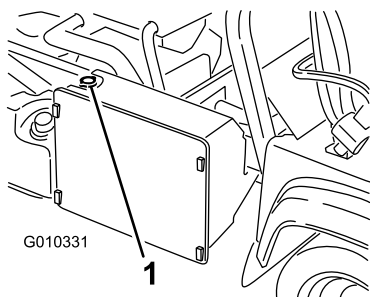

Figura 54
3. Togliete il tappo del radiatore (Figura 54).
7. Finite di riempire il radiatore e rimontate il tappo (Figura 54).